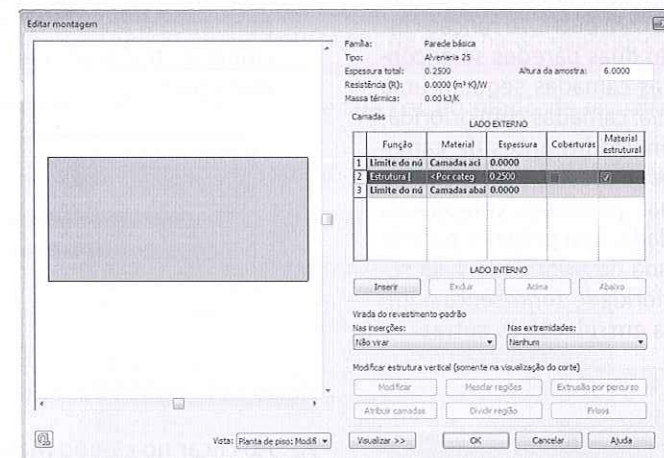

Figura 5.54 – Edição da estrutura da parede.
2. No campo **Estrutura** clique em **Editar** para abrir a janela **Editar montagem** (Figura 5.54).